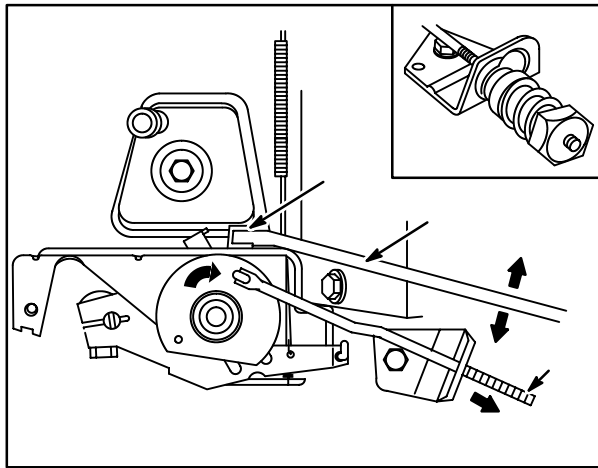

Fig. 40
1. Desencaixe a porca ajustável de controle da velocidade fixa (destaque na **Fig. 40**).
7. Com o motor em funcionamento, puxe a haste de controle (7) para fora até que o pivô esteja voltado contra o limitador. Mantenha nesta posição, **Fig. 40**.
8. Use a chave do acoplador (4) para flexioná-lo (6). Ajuste a RPM máxima sem carga para o tipo de gerador listado na Tabela 1.
9. Reinstale a porca, a mola e o retentor de controle. Gire a porca no sentido horário até a rosca na haste de controle ficar visível da extremidade da porca, veja o destaque da **Fig. 40**.